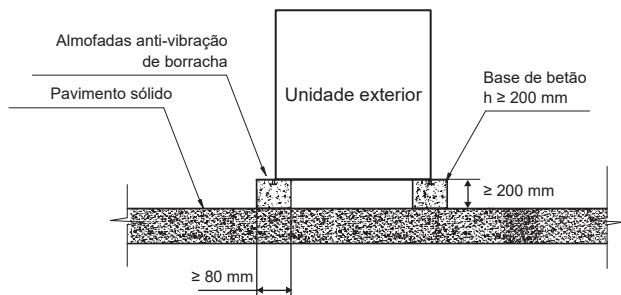

Fig. 4-3 Vista frontal da estrutura de base
- 4) A Fig. 4-3 mostra uma concepção típica de uma base de betão. 4-3 mostra um projeto típico de base de betão. Uma fórmula típica de betão é 1 parte de cimento, 2 partes de areia e 4 partes de gravilha com barras de reforço de aço. Os bordos da base devem ser chanfrados.